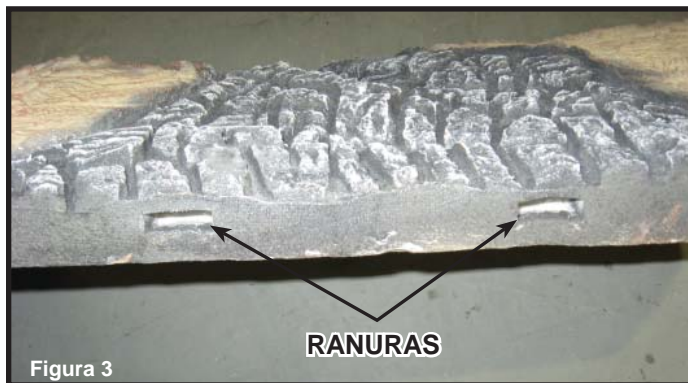
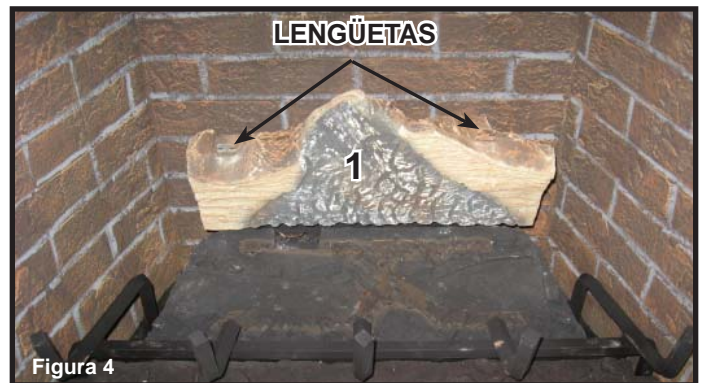

Figura 3
Figura 4
**PRECAUCIÓN:** Los leños son frágiles, manipúelos con cuidado. **Leño #1 (SRV2164-701):** Identifique las lengüetas de ubicación que se encuentran en el protector del piloto (consulte la Figura 2). Identifique las ranuras en la parte inferior del leño n° 1 (consulte la Figura 3). Encaje las lengüetas del protector del piloto en las ranuras que se encuentran en la parte inferior del leño n° 1. Para instalar el leño n° 1 correctamente, éste debe descansar sobre el protector del piloto de forma nivelada y las lengüetas deben estar completamente encajadas (consulte la Figura 4).
La Figura 4 muestra las lengüetas que se encuentran en la parte superior del leño n° 1. Éstas lengüetas se deben encajar en las ranuras ubicadas en la parte inferior de los leños n° 2 y n° 3 (consulte la Figura 5). Los leños n° 2 y n° 3 cuentan con surcos que facilitan la colocación correctamente de los mismos sobre la rejilla (consulte la Figura 5). Sostenga el leño n° 1 en posición vertical mientras instala el leño n° 2.
**PRECAUCIÓN:** Los leños son frágiles, manipúlelos con cuidado. **Leño #1 (SRV2168-701):** Identifique las lengüetas de ubicación que se encuentran en el protector del piloto (consulte la Figura 2). Identifique las ranuras en la parte inferior del leño n° 1 (consulte la Figura 3). Encaje las lengüetas del protector del piloto en las ranuras que se encuentran en la parte inferior del leño n° 1. Para instalar el leño n° 1 correctamente, éste debe descansar sobre el protector del piloto de forma nivelada y las lengüetas deben estar completamente encajadas (consulte la Figura 4).